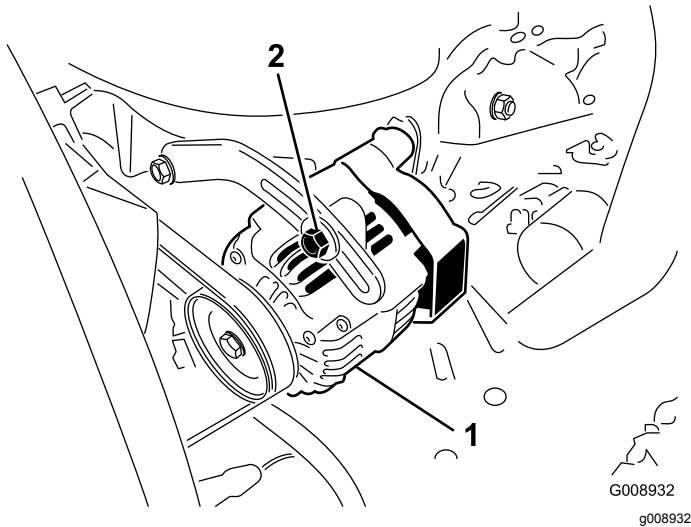

図 59
オアウターネータのベルト 図 59 は100運転時間ごとに点検します。
2. たわみが10mmでない場合には、オルタネータ取り付けボルトをゆるめる 図 59。